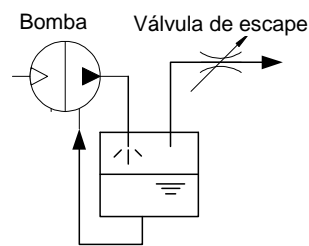

Fig. 7 Medidas frente a circuito sellado por líquido
- Circuito cerrado** Disponga de una válvula de alivio en el sistema para evitar situaciones de bombeo en circuito cerrado. (consulte la Fig. 7).